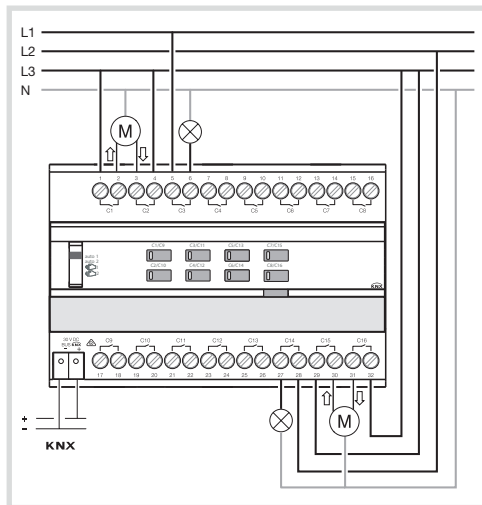

Bild 2: Geräteanschluss
- Last entsprechend Abbildung (Bild 2) an die Ausgänge des Geräts anschließen.
- Antriebe entsprechend Abbildung (Bild 2) anschließen. Dabei die gleiche Phase (Außenleiter) verwenden.